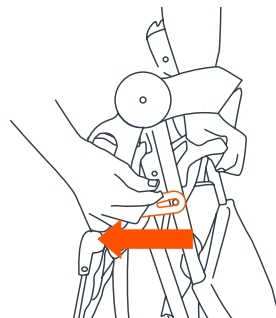

Fig. 19a
- 19) • Apoye el carrito de modo tal que las tres ruedas toquen el suelo. Suelte el pestillo de pliegue, que se encuentra a la derecha del carrito (Fig. 19a).